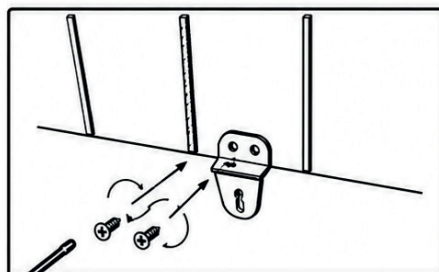

Fig8
Hinweis: Die beiden Halterungen (A) werden in die Löcher im unteren hinteren Bereich des Heizgeräts an beiden Enden geschraubt. (Abbildung 8).